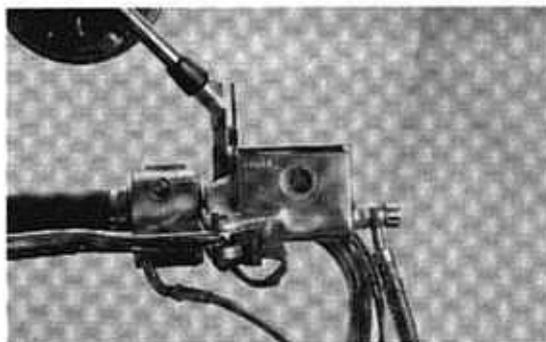

Bild 27
- Am Bremsflüssigkeits- bzw. Kupplungsflüssigkeits-Behälter Pegelstand kontrollieren (Bild 27), Behälter muss dabei waagrecht stehen (Lenker einschlagen!). Ist Pegel unter «Lower»-Marke gesunken, zuerst Belagstärke der Bremsklötze und System auf Dichtheit kontrollieren.